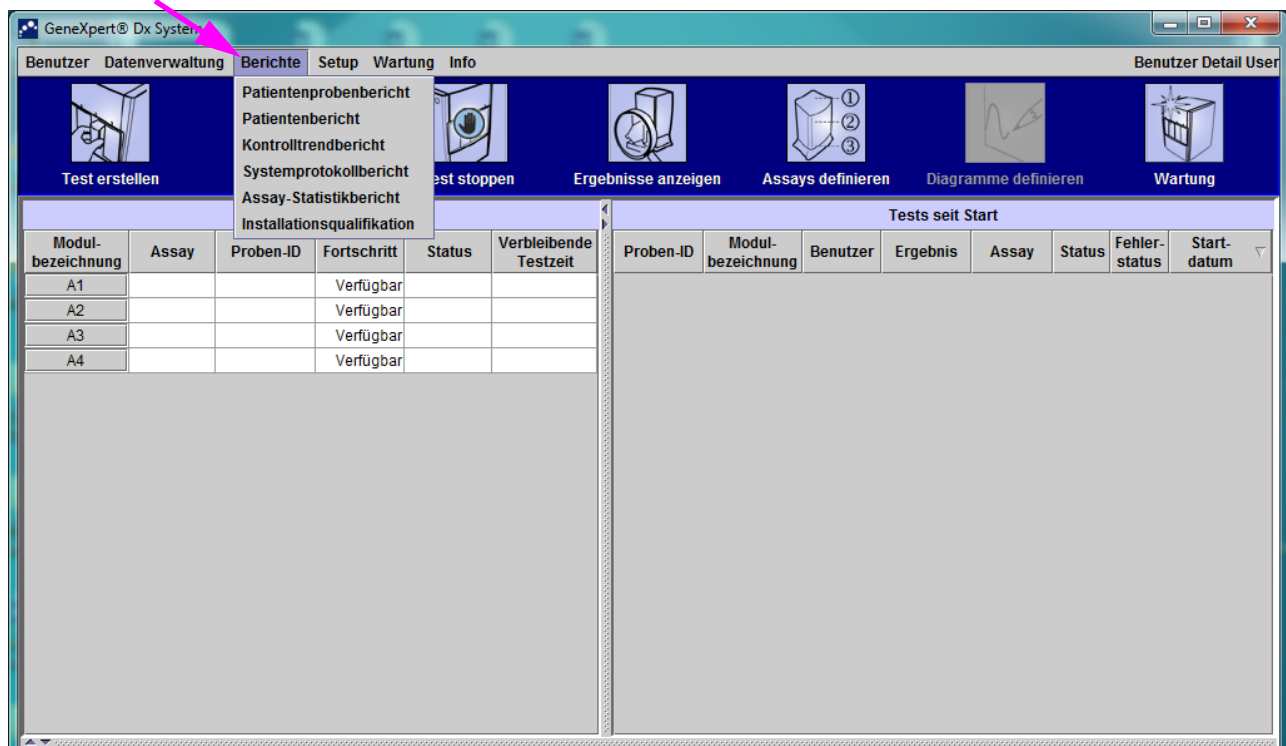
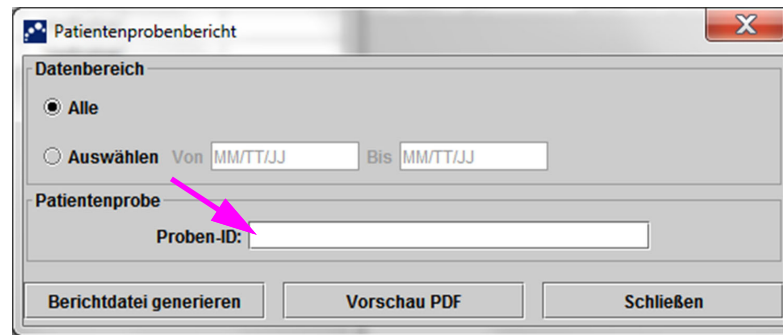
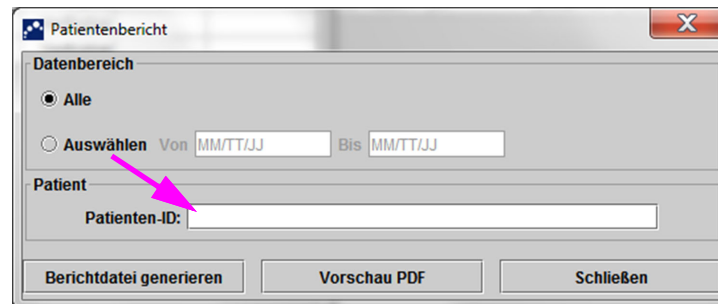

Abbildung 5-85. GeneXpert Dx System-Fenster – Dropdown-Menü „Berichte“
Abbildung 5-86. Dialogfeld „Patientenprobenbericht“
Abbildung 5-88. Dialogfeld „Patientenbericht“
Das Menü **Berichte** (vgl. Abbildung 5-85) enthält die folgenden Menüoptionen:
1. Klicken Sie auf dem GeneXpert Dx System-Fenster im Menü **Berichte** (vgl. Abbildung 5-85) auf **Patientenprobenbericht**. Daraufhin öffnet sich das Dialogfeld „Patientenprobenbericht“. Siehe Abbildung 5-86.
- 1) Klicken Sie auf die Schaltfläche **Berichtdatei generieren** im Arbeitsbereich „Patientenprobenbericht“ (vgl. Abbildung 5-86), um die PDF-Datei des Patientenprobenberichts zu erstellen. Das Dialogfeld „Berichtdatei generieren“ erscheint, in dem Sie die Datei an einem angegebenen Ort speichern können. Navigieren Sie zum vorgesehenen Speicherort und klicken Sie auf **Speichern**.
1. Klicken Sie auf dem GeneXpert Dx System-Fenster im Menü **Berichte** (vgl. Abbildung 5-85) auf **Patientenbericht**. Daraufhin öffnet sich das Dialogfeld „Patientenbericht“. Siehe Abbildung 5-88.
- 1) Klicken Sie auf die Schaltfläche **Berichtdatei generieren** auf dem Bildschirm „Patientenbericht“ (vgl. Abbildung 5-88), um die PDF-Datei des berichts zu erstellen. Das Dialogfeld „Berichtdatei generieren“ erscheint, in dem Sie die Datei an einem angegebenen Ort speichern können. Navigieren Sie zum vorgesehenen Speicherort und klicken Sie auf **Speichern**.
1. Klicken Sie auf dem GeneXpert Dx System-Fenster im Menü **Berichte** (vgl. Abbildung 5-85) auf **Assay-Statistikbericht**. Daraufhin öffnet sich das Dialogfeld „Assay-Statistikbericht“. Siehe Abbildung 5-90.